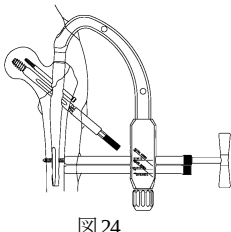

図24
- 22) 選択した長さのディスタルススクリューを、ディスタルススクリュー用T レンチを用いて挿入します。(図24)